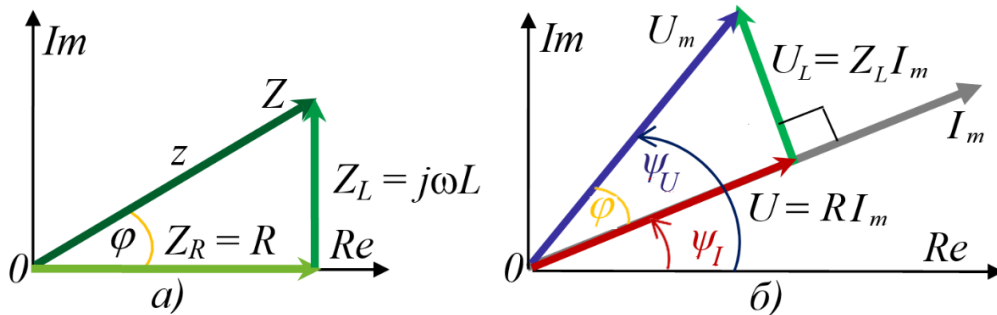

Рисунок 8 – Треугольник сопротивлений и векторная диаграмма последовательной  $RL$  цепи
Комплексное сопротивление цепи находим с помощью представления вектора  $Z$  на комплексной плоскости как суммы векторов  $Z_R$  и  $Z_L$  (рис. 8, а).
Векторная диаграмма для комплексных амплитуд тока и напряжений на элементах цепи представлена рис. 8, б. Напряжение на резисторе совпадает по фазе с током в цепи, вектор напряжения на катушке индуктивности повернут относительно вектора тока на  $90^\circ$  против часовой стрелки. При этом ток определяется делением комплексной амплитуды напряжения на входе цепи на комплексное сопротивление. Модуль тока равен модулю напряжения, делённому на модуль сопротивления, определённый по выражению (15). Вектор тока отстаёт от вектора напряжения на угол  $\varphi$ , вычисленный по (16).